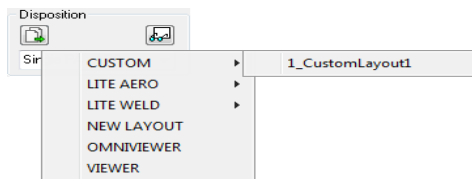

Figure 4-41 Dispositions personnalisées enregistrées
3. La nouvelle disposition personnalisée est placée au même emplacement que les autres dispositions modèles (voir la Figure 4-41 à la page 279).